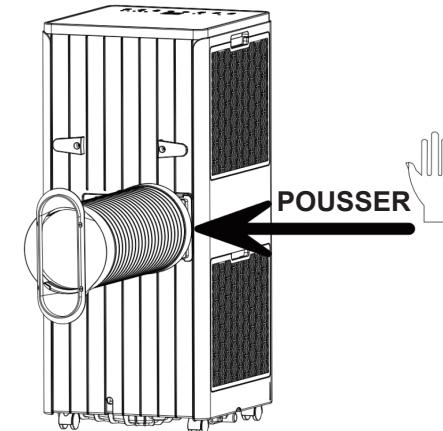

Fig.1
1.1 Installez l'ensemble caloduc (comme indiqué sur la figure 1)
- 2) Insérez l'ensemble caloduc (l'extrémité du joint d'échappement) dans la fente d'aération du panneau arrière (poussez vers la gauche) et terminez l'assemblage (comme indiqué sur la figure 1).